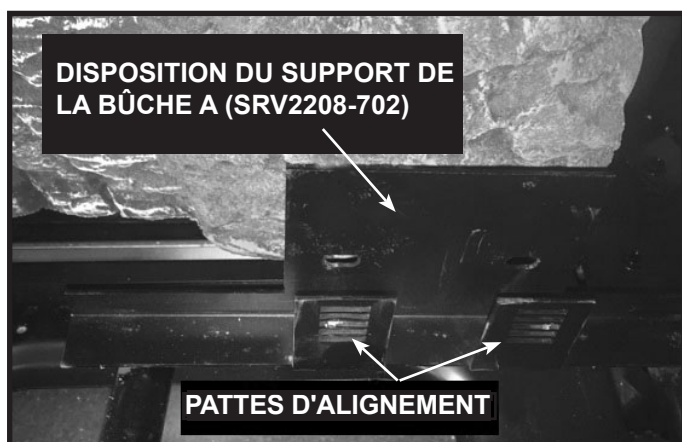
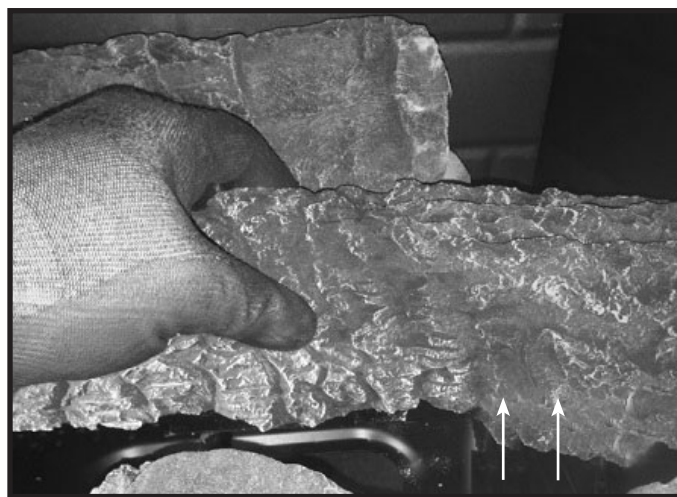

Figure 2.
Figure 3.
2. Disposition de la Bûche A (SRV2208-702) : Placez la bûche dans les encoches comme il est indiqué aux figures 2 et 3. Localisez le support de placement des bûches et les languettes de pose des bûches illustrés à la figure 2. Aligner les trous en dessous de la bûche avec les pattes d'alignement. Placez la bûche vers le bas sur son support et poussez-la vers l'arrière de la chambre de combustion. Voir la figure 3.